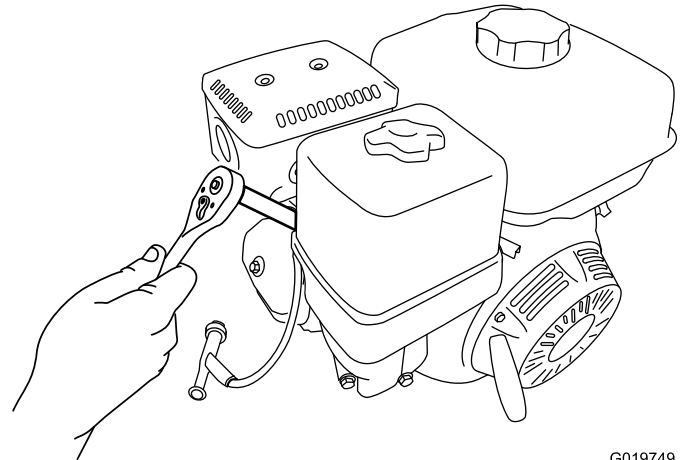

Figura 46
5. Gire la bujía en sentido antihorario usando una llave para bujías de 21 mm (13/16 pulgada) para desmontar la bujía y la junta (Figura 46).
2. Gire la bujía en sentido horario usando una llave para bujías de 21 mm (13/16 pulgada) hasta que la bujía y la junta estén asentadas (Figura 46).